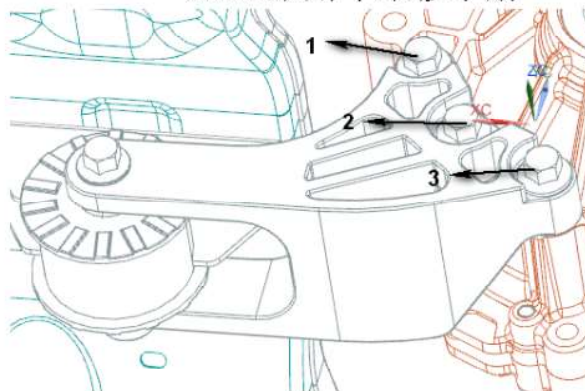

图 5.5.1 后悬置总成
(6)，即可更换悬置支座或支架，如图 5.5.1 和 5.5.2。
将更换后的后悬置支座和支架先分装，带上支座与支架连接的1个六角法兰面螺栓(6)，不打紧力矩；将分装好的支座连同支架放入上图 5.5.1所示位置，带上后悬置支架与变速器对应安装孔上的三个六角法兰面螺栓(1、2、3)并打紧，再带上后悬置支座与副车架连接的2个六角法兰面螺栓(4、5)并打紧，最后打紧后悬置支座与支架连接的六角法兰面螺栓(6)，即可完成后悬置安装。